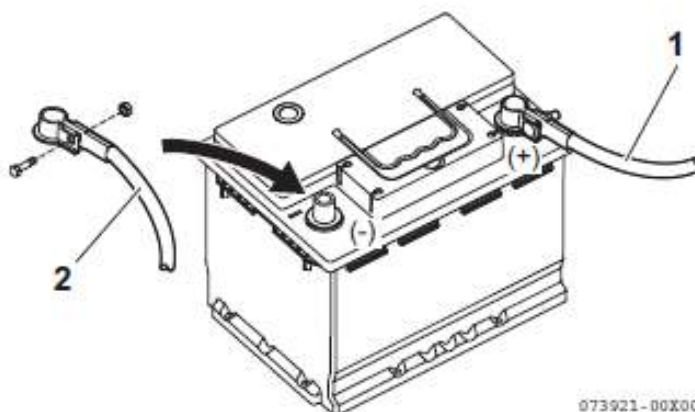

Рисунок 24
3. При подключении аккумуляторных проводов к батарее, в первую очередь присоединяется плюсовой (+) провод (Рисунок 24, (1)).
4. В последнюю очередь к аккумуляторной батарее присоединяется минусовой (-) провод (Рисунок 24, (2)).